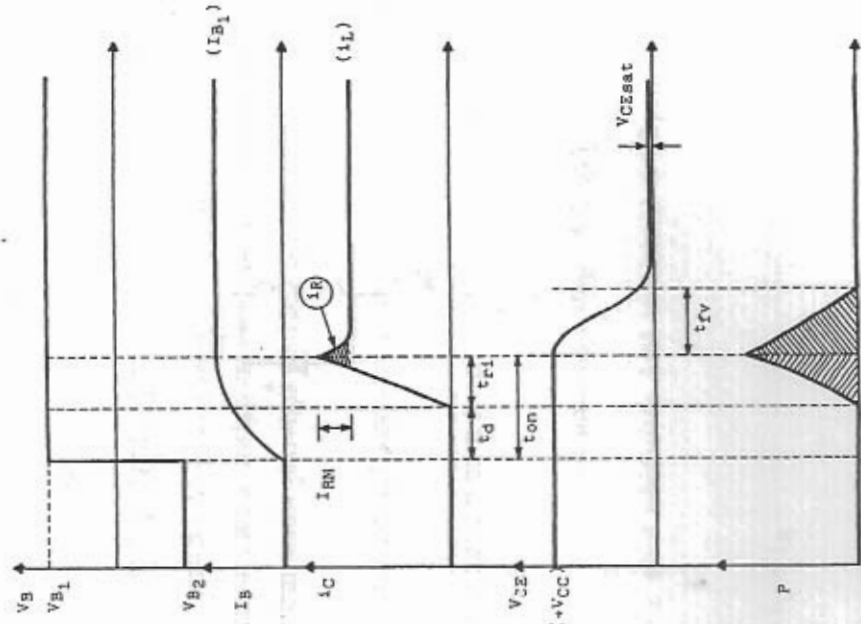

Fig. 5.9: Comutação do estado bloqueado para condutor.
- 4ª etapa: transistor saturado e em condução (Fig. 5.9).
Na Fig. 5.9 estão mostradas as formas de onda relativas à comutação do transistor do estado bloqueado para condutor.